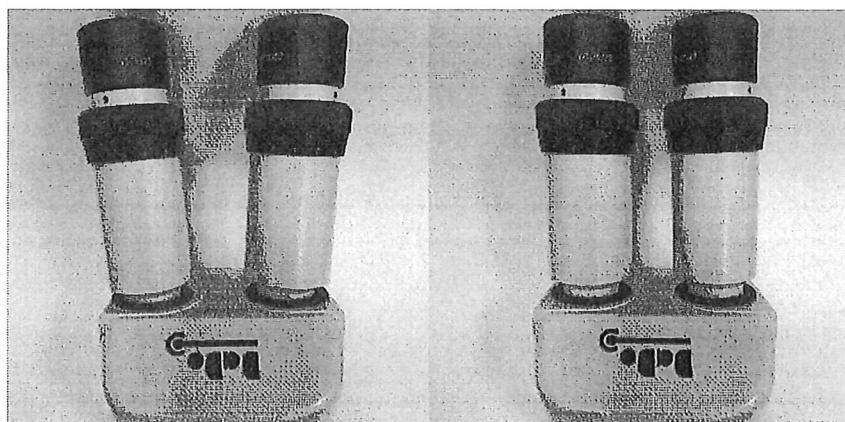

Figura 30 - Binocular
- Coloque un objeto debajo de la lente a una altura que esté enfocada y luego ajuste el ancho del binocular (figura 30) para tener un solo círculo sin sombras y con una vista clara al mirar hacia adentro.